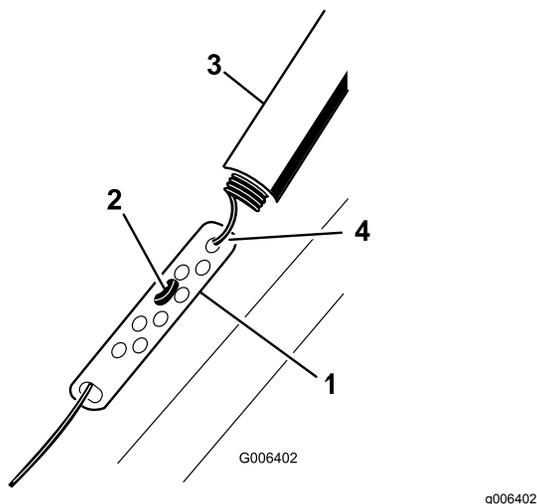

Figure 18
1. Remontez la protection du ressort et décrochez le ressort de la biellette de réglage (Figure 18).